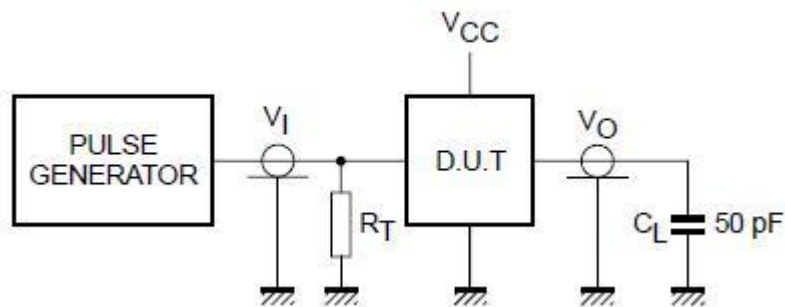

图5、交流测试图
**3.3.3 交流参数 1** (除非另有规定,  $T_{amb}= 25^{\circ}\text{C}$ ,  $GND=0$ ,  $t_r = t_f = 6.0ns$ ,  $C_L=50pF$ ; 见图4, 图5)
**3.3.4 交流参数 2** (除非另有规定,  $T_{amb}= -40 \sim +85 \text{ }^{\circ}\text{C}$ ,  $GND=0, t_r = t_f = 6.0ns, C_L=50pF$ ; 见图4, 图5)